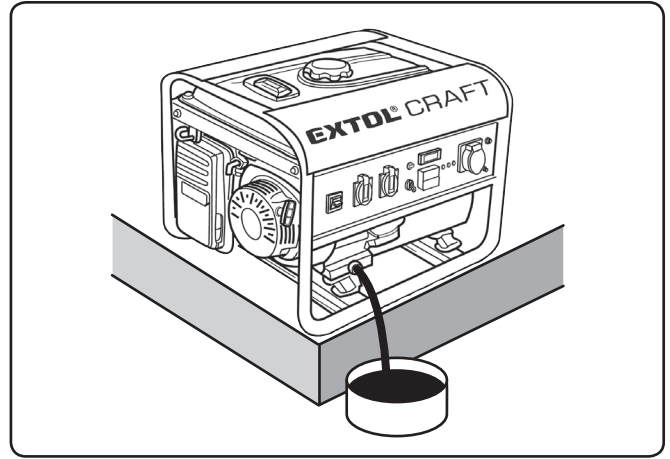

Рис. 22
1. Щоб злити оливу з піддону двигуна, встановіть генератор на вище місце, щоб олива могла стекти в заздалегідь підготовлену ємність (див. рис. 22).